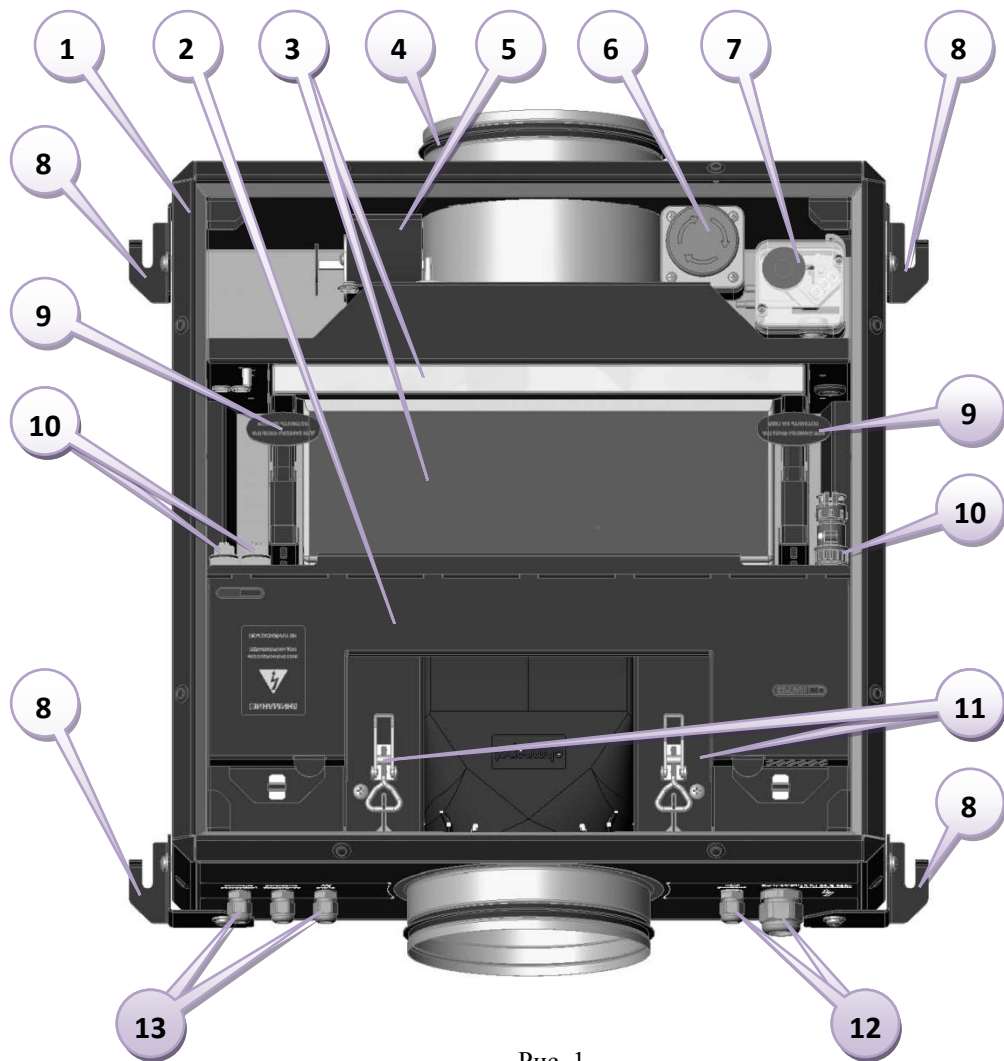

Рис. 1
- отключить установку нажатием аварийной (технологической) кнопки (см. Рис.1 поз. 6);
- потянуть на себя две ручки-рычага (9), фиксирующих кассету с фильтром (3);